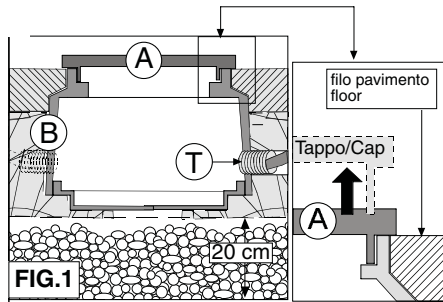

FIG.1
- Prima di interrare e/o cementare il pozzetto, creare nella zona di alloggiamento, uno strato di ghiaia sufficiente a garantire l'eventuale deflusso dell'acqua (circa 20cm) **FIG.1**
- Predisporre la sede del pozzetto e posizionarlo in modo che il coperchio **A** sporga dal filo del pavimento.**FIG.1/3**
- Introdurre negli appositi fori del pozzetto, il tubo od i tubi corrugati **T** (nel caso di collegamenti in cascata) per il passaggio dei cavi di alimentazione. **FIG.1/4**
- Murare il pozzetto. **FIG.1**
- Before burying the housing create in the floor a layer of gravel sufficient to ensure the eventual runoff of water (about 20cm) **FIG.1**
- Prepare the room of the housing and place it so that the cover **A** get on same level of the floor.**FIG.1/3**
- Wall the housing. **FIG.1**